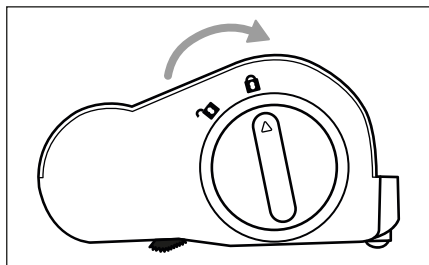

Fig. 25
- 5) Introduza o rolo de escova **19** na escova para chão **20** e rode o desbloqueio do rolo de escova **18** no sentido do símbolo **1** (fechar) (ver fig. 25).